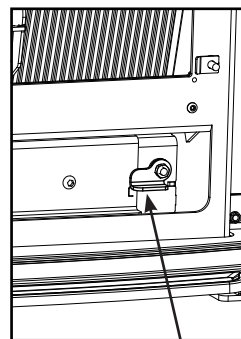

Figure 2.3 Latch
1. Retirez l'ensemble de la plaque de nettoyage en tirant sur le loquet situé au coin inférieur droit de la chambre de combustion. Figure 2.3